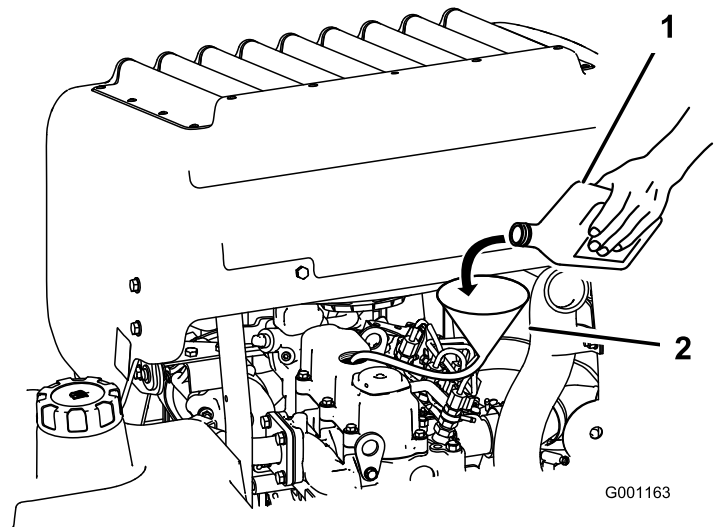

Figura 50
3. Para añadir aceite al motor, localice y utilice un tubo y un embudo para añadir el aceite (Figura 50).